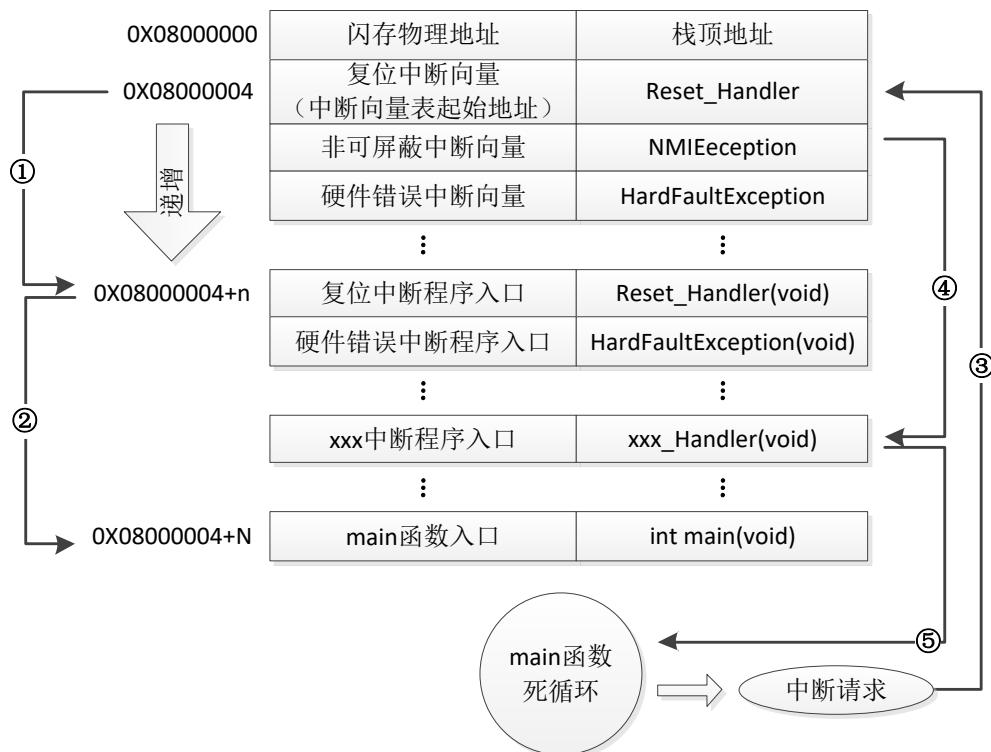

图 37.1.1 STM32 正常运行流程图
我们先来看看 STM32 正常的程序运行流程, 如图 37.1.1 所示:
在图 37.1.1 中，STM32 在复位后，先从 0X08000004 地址取出复位中断向量的地址，并跳转到复位中断服务程序，如图标号①所示；在复位中断服务程序执行完之后，会跳转到我们的 main 函数，如图标号②所示；而我们的 main 函数一般都是一个死循环，在 main 函数执行过程中，如果收到中断请求（发生重中断），此时 STM32 强制将 PC 指针指回中断向量表处，如图标号③所示；然后，根据中断源进入相应的中断服务程序，如图标号④所示；在执行完中断服务程序以后，程序再次返回 main 函数执行，如图标号⑤所示。
址，并跳转到复位中断服务程序，在运行完复位中断服务程序之后跳转到 IAP 的 main 函数，如图标号①所示，此部分同图 37.1.1 一样；在执行完 IAP 以后（即将新的 APP 代码写入 STM32 的 FLASH，灰底部分。新程序的复位中断向量起始地址为 0X08000004+N+M），跳转至新写入程序的复位向量表，取出新程序的复位中断向量的地址，并跳转执行新程序的复位中断服务程序，随后跳转至新程序的 main 函数，如图标号②和③所示，同样 main 函数为一个死循环，并且注意到此时 STM32 的 FLASH，在不同位置上，共有两个中断向量表。